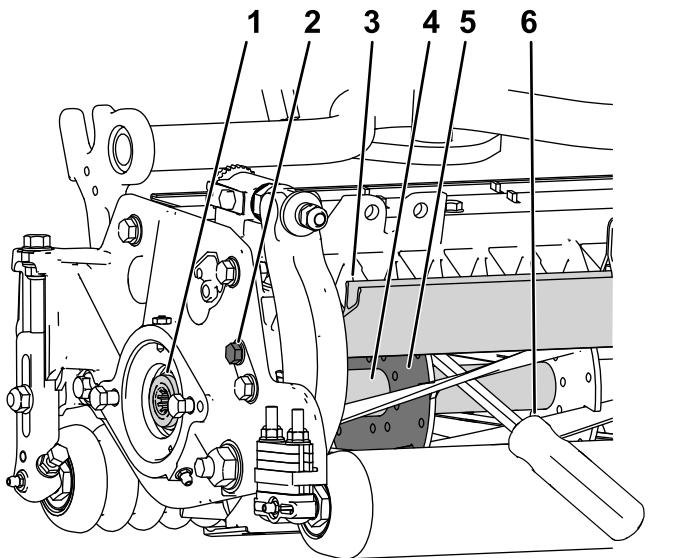

図 28
1. カッティングユニット左側のシールドボルトをゆるめて後シールドを上げる図 28。
2. 長い柄のバール 9 mm x 30 cm 程度のドライバータイプのもの。握りのついているものがよいを用意する。バールは、トルク作業を行う側に近い側で、リールの後ろから差し込むようにする図 28。
3. リールサポートプレートの溶接されている側からバールを入れ図 28。